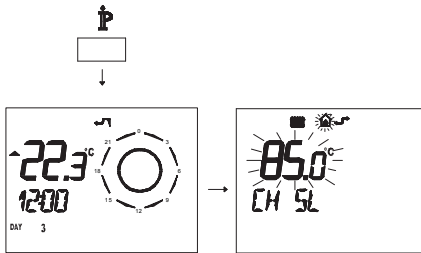

Fig. 5.55
- Premere per più di 3 secondi il pulsante  $\text{P}$  para per entrare in modalità *INFO* (Fig. 5.55).